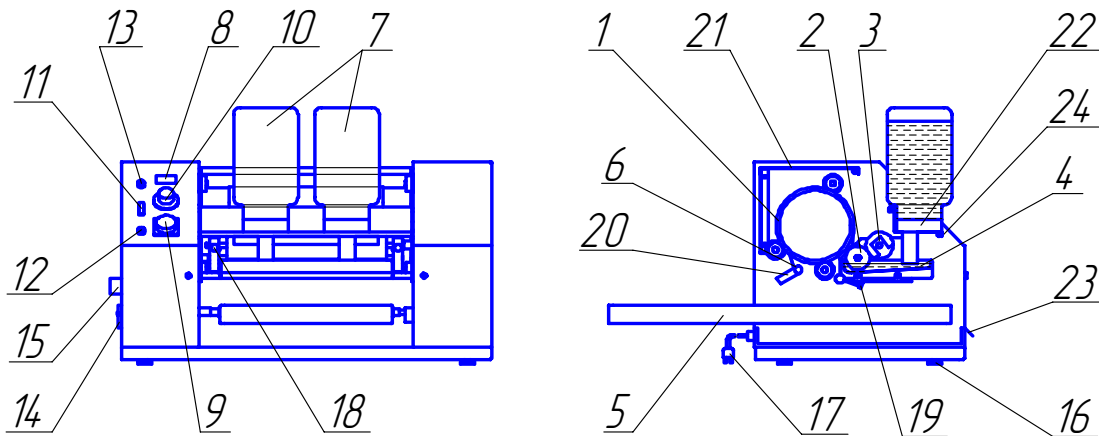

Рис.1. Автомат блинный РК-2.1
- 5.1 В технологическом процессе жарки блинчиков участвуют жарочный барабан 1, система подачи теста и формования блинной заготовки, нож 6 и транспортер 5 для укладки блинчиков в стопку (см. рис.1).
- 5.2 В состав системы подачи теста и формования блинной заготовки входят (см. рис.1):
- 6.1 Установите корпус автомата на рабочее место, добившись горизонтальности регулировкой ножек 16 (см. рис.1). Снимите с деталей корпуса автомата защитную пленку (при ее наличии) и протрите доступные поверхности слегка влажной чистой тканью. Обратите внимание, кожух 21 (см. рис.1) откидывается (фото 10 и 11).
7.9 Установите на свое место копир (фото 27) для квадратного или круглого блина. Для этого расположите копир на опорах штифтом вправо, последовательно оттяните на себя рукоятки фиксаторов 18 (см. рис.1) и опустите оси копира в седла. При этом штифт копира необходимо разместить между штырями муфты (фото 28).
- 7.15 При необходимости можно регулировать зазор между валиком и жарочным барабаном винтами 19 (см. рис.1). Он должен быть примерно 0,6 мм. Для контроля этого зазора к автомату прикладываются два щупа толщиной 0,55 и 0,7 мм. Если заворачивать винты по часовой стрелке, то зазор будет больше, если отворачивать - меньше. При наличии прорех в блинной заготовке (мало теста передается с валика на жарочный барабан) можно уменьшить зазор. При наличии потеков теста и излишней толщине блинной заготовки (слишком много теста) можно увеличить зазор.